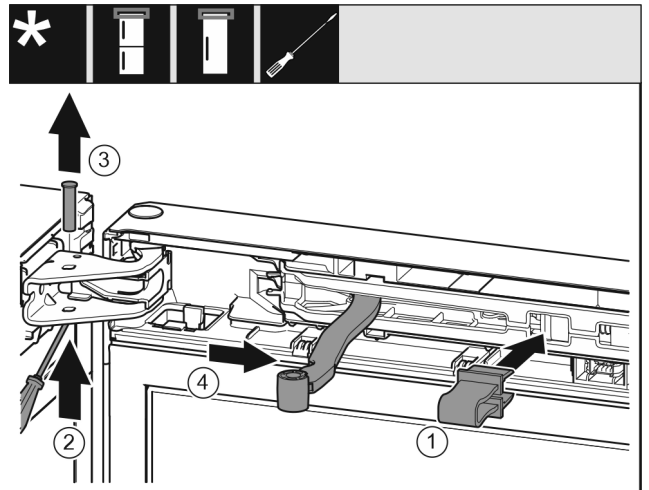

Fig. 9
► Zakvačite osigurač u otvor. Fig. 9 (1)
► Odvijačem gurnite van svornjake. Fig. 9 (2)
► Skinite svornjake prema gore. Fig. 9 (3)
► Okrenite zglob u smjeru vrata. Fig. 9 (4)